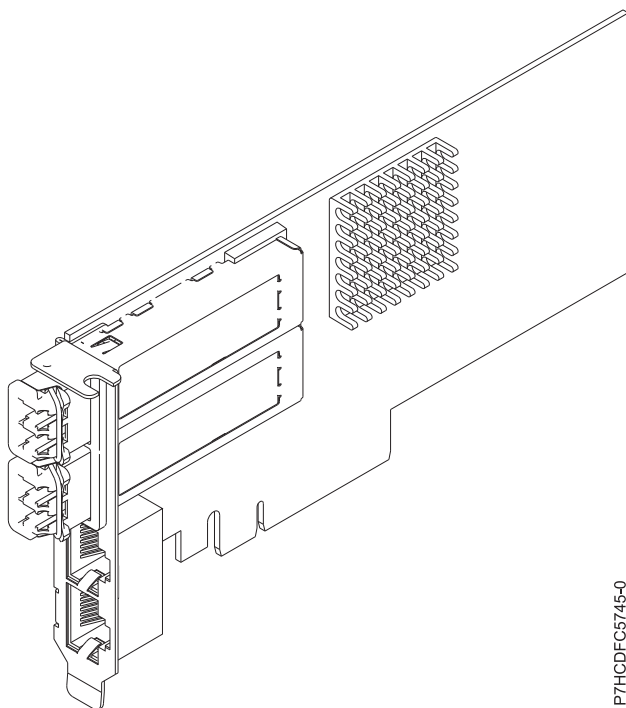

図 76. FC EN0L アダプター
4 ポート・アダプターが、2 個の 10 Gb FCoE 銅線平衡型ポートと 2 個の 1 Gb イーサネット・ポートを提供します。2 個の 10 Gb FCoE ポートは、リトル・コネクタ (LC) タイプのコネクタによって接続されます。各 FCoE ポートは公称データ速度 10 Gbps (G ビット/秒) のイーサネット接続を提供します。各 1 Gb ポートは、データ速度 1 Gbps でイーサネット接続を提供し、イーサネット・ケーブルによって接続されます。10 Mb データ速度はサポートされません。図 76 は、FC EN0L アダプターを示しています。